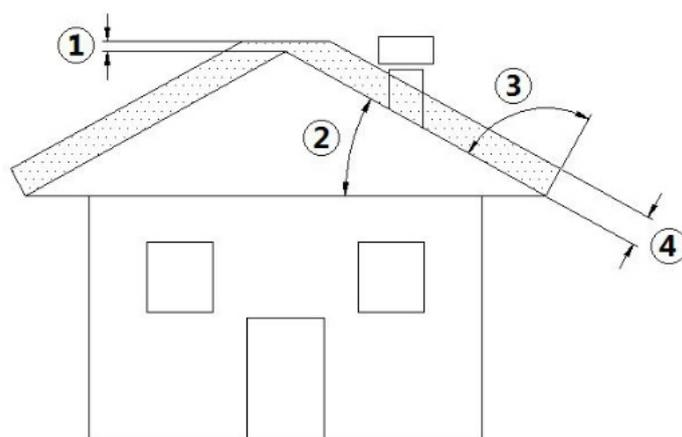

Fig. 5 - Tetto inclinato
**LEGENDA** Fig. 5 a pag. 12
- La quota di sbocco in atmosfera deve essere al di fuori della zona di reflusso provocata dalla conformazione del tetto o da ostacoli che si trovano in prossimità (vedi Fig. 5 a pag. 12).